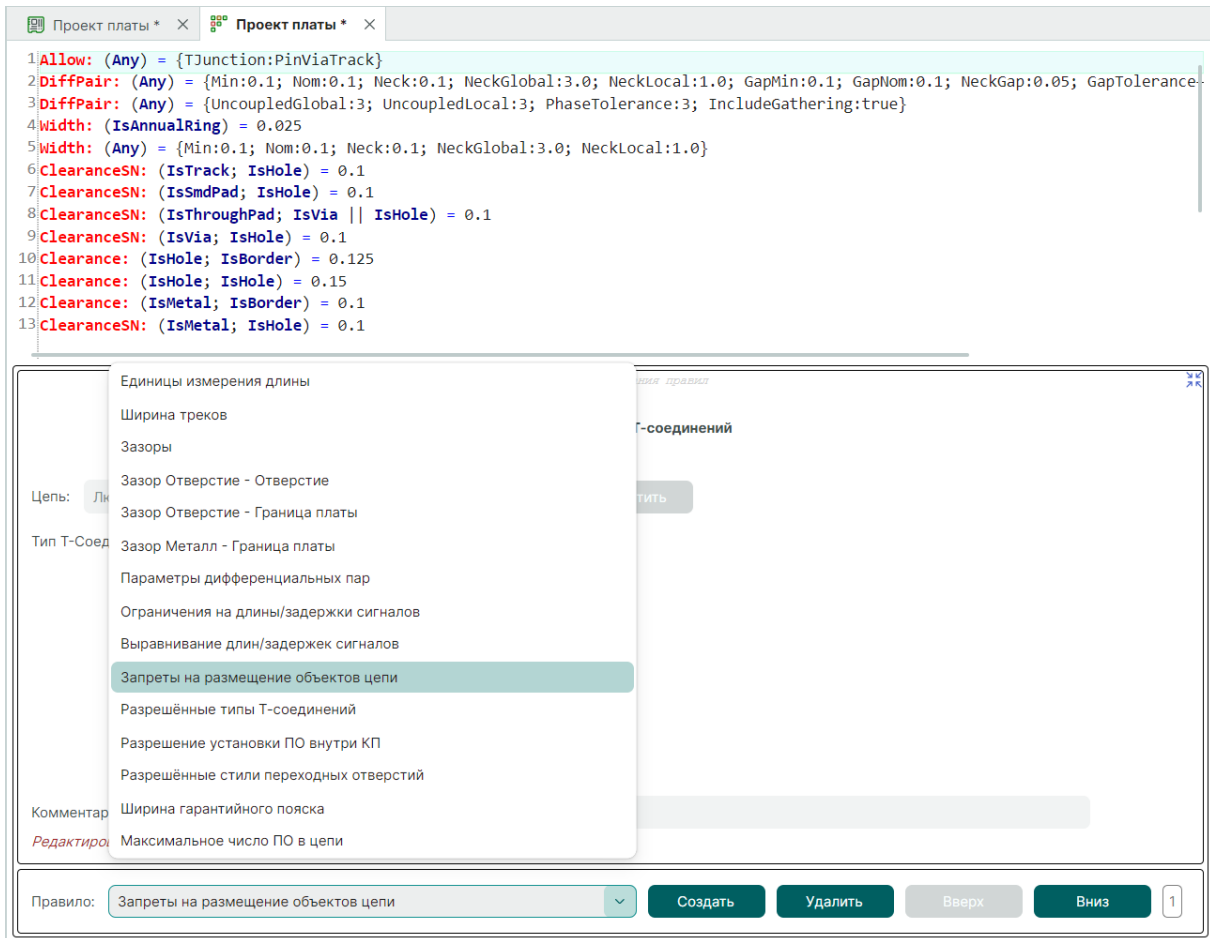

Рис. 171 Выбор типа ограничения
2. Из выпадающего меню «Правила» выберите тип ограничения – «Запреты на размещение объектов цепи» и нажмите кнопку «Создать», см. Рис. 171;